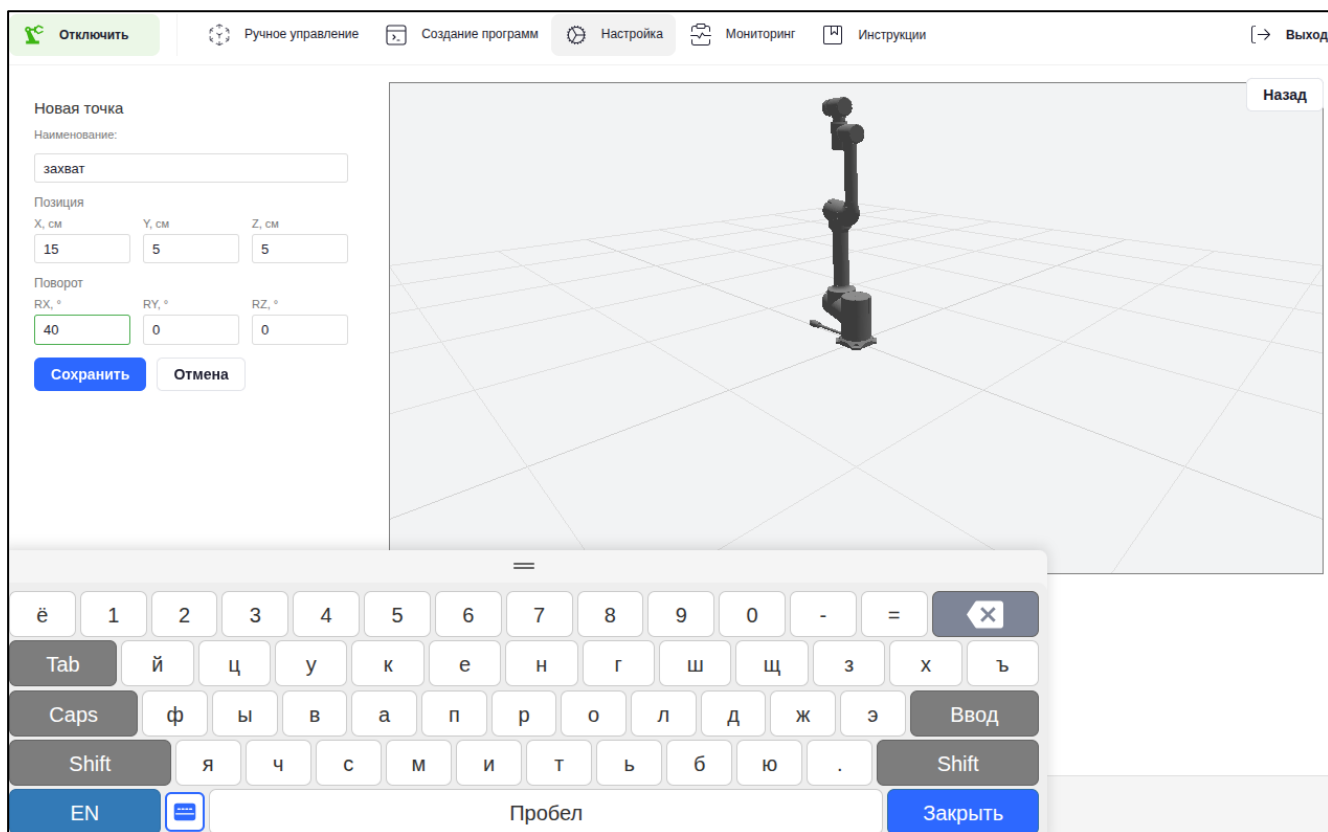

Рисунок II-49 – Форма для добавления новой точки
1. Нажмите кнопку «Добавить инструмент», отобразится форма для добавления новой точки (см. Рисунок II-49).